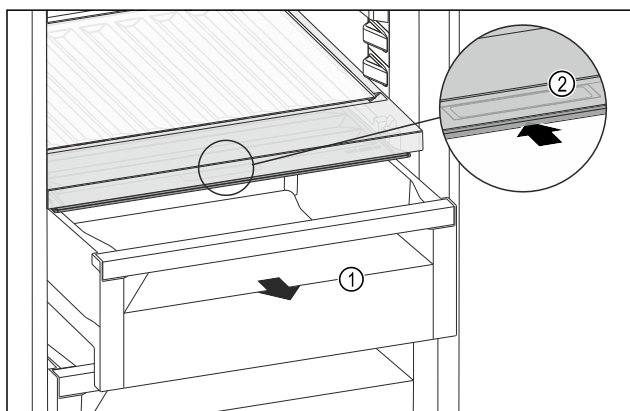

Fig. 233
- Izvucite ladicu Fig. 233 (1).
- Primite ručku Fig. 233 (2) na poklopcu pretinca i istodobno povucite poklopac pretinca prema natrag.